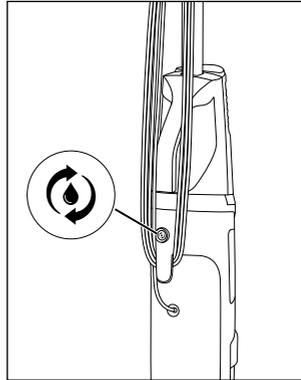

Fig. 32
- ◆ Tryk på kontakten selvrensning **19** **19** (se fig. 32).